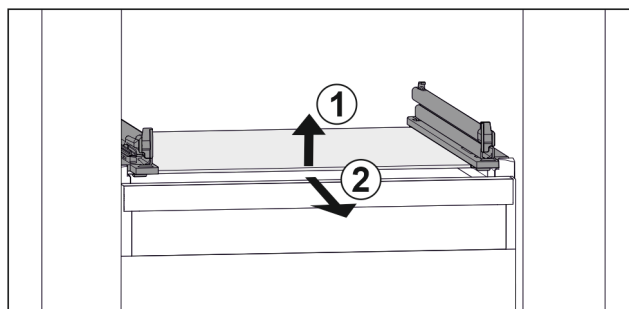

Fig. 76 Simbolična slika steklene plošče
- Stekleno ploščo dvignite v smeri naprej Fig. 76 (1)
- Stekleno ploščo odstranite v smeri naprej Fig. 76 (2)